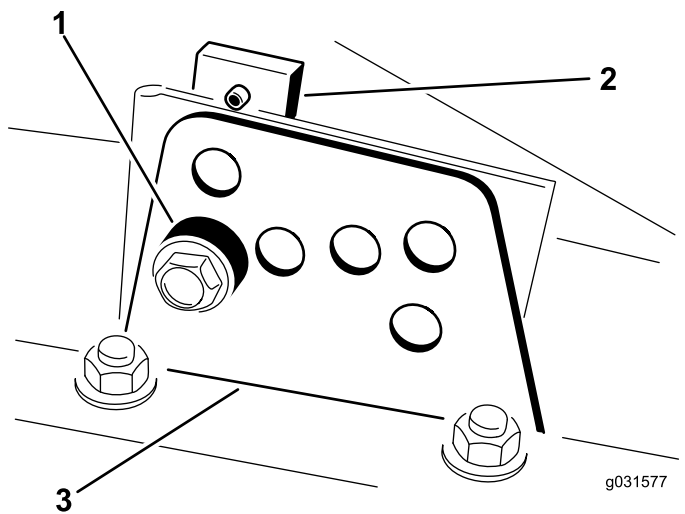

Bild 17
2. Lockern Sie die Schrauben, mit denen die Schnitthöhenhalterungen an der Schnitthöhenplatte (vorne und an beiden Seiten) befestigt sind, siehe (Bild 17).
4. Entfernen Sie das Distanzstück, während Sie gleichzeitig die Kammer abstützen (Bild 17).